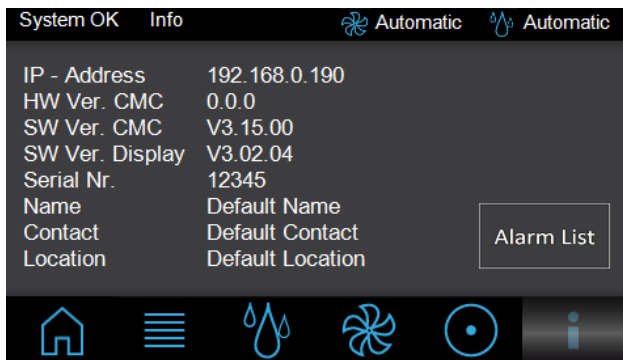

Рис. 72: Страница "Info"
■ С помощью кнопок цифрового блока введите серийный номер агрегата. Серийный номер можно увидеть на странице "Info" (рис. 72) в пункте "Serial Nr.".